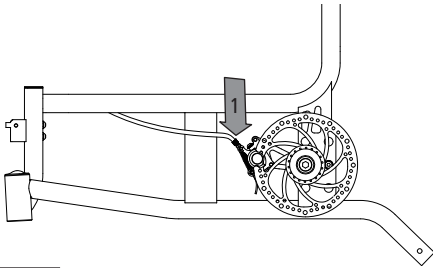

Abb. 31
1. Um eine gleichmäßige Bremswirkung zu erreichen, wird die Bremskraft an der jeweiligen Einstellschraube (linker Bremszylinder / rechter Bremszylinder) justiert (1, Abb. 31).